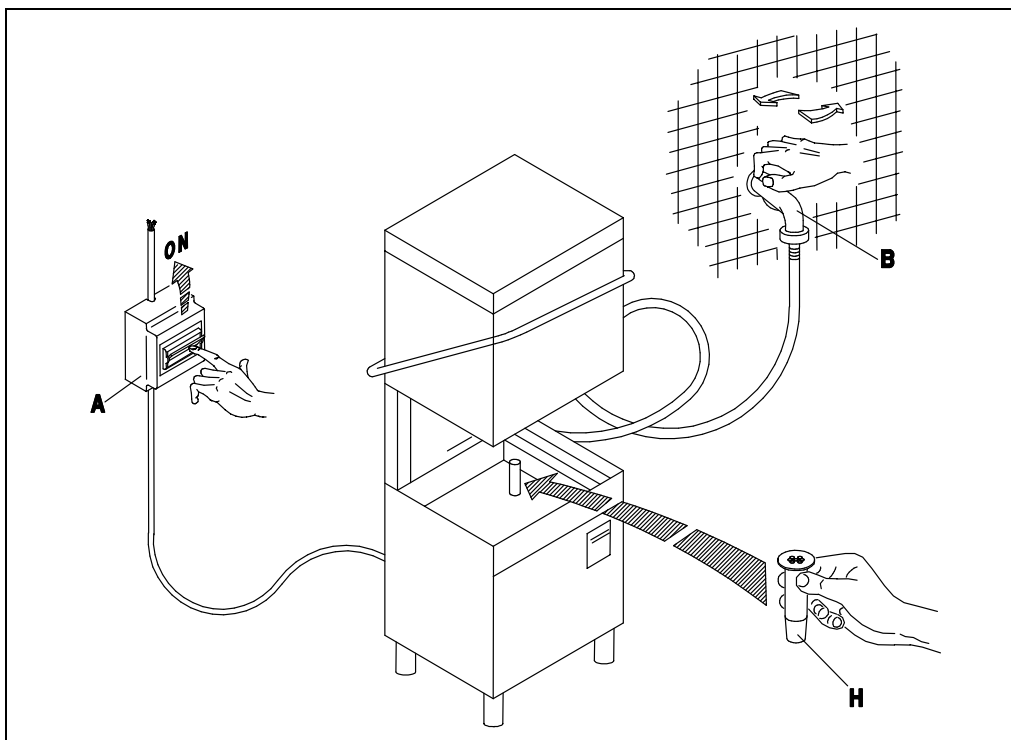

Fig. 3-1
**3.1 (IT-CH) MESSA IN FUNZIONE – (GB-IE) START UP – (DE-AT-CH) INBETRIEBNAHME – (FR-BE) MISE EN MARCHE – (ES) PUESTA EN FUNCIONAMIENTO – (PT) FUNCIONAMENTO – (NL) AANZETTEN**
- Aprire il rubinetto dell'acqua (B), inserire l'interruttore generale (A). Attivare l'interruttore principale dell'apparecchio (1), ne consegnerà l'accensione della spia (A) evidenziando che la macchina è sottoposta a tensione. A porta chiusa l'apparecchio si riempie d'acqua e alla fine del carico, si inseriscono automaticamente le resistenze della vasca e del boiler. Il funzionamento delle resistenze è reso visibile dall'accensione delle spie (D) ed (E). Quando entrambe le spie si spengono l'acqua avrà raggiunto le temperature impostate e l'apparecchio sarà pronto per iniziare il lavaggio. (fig. 3-1÷3-2)
- Turn on the water tap (B) and switch on the master switch (A). Turn the appliance ON switch (1), which will cause the warning light (A) to illuminate, indicating that the machine is live. When the door is closed the appliance fills with water. When it is full, the tub and boiler heating elements come on automatically. When the elements are activated, the warning lights (D) and (E) are illuminated. When both warning lights go out the water has reached the set temperature and the appliance is ready to begin the washing cycle. (fig. 3-1÷3-2)
- Öffnen Sie den Wasserhahn (B) und betätigen Sie den Hauptschalter (A). Beim Betätigen des Schalters (1) am Gläser-spüler wird die Anzeige (A) aufleuchten, an der Sie erkennen können, daß die Maschine unter Spannung steht. Bei geschlossener Tür läuft Wasser in die Maschine; ist die nötige Wassermenge einmal erreicht, so schalten die Widerstände des Spülbehälter und des Boilers automatisch ein. Der Betrieb der Widerstände wird durch das Aufleuchten der Anzeigen (D) und (E) erkennbar. Beide Leuchtanzeigen erlöschen, wenn das Wasser eine vorbestimmte Temperatur erreicht hat, d. h. wenn der Gläser-spüler betriebsbereit ist. (fig. 3-1÷3-2)
- Ouvrir le robinet (B) et insérer l'interrupteur général (A). Ouvrir l'interrupteur principal de l'appareil (1), le voyant (A) s'allumera ce qui signifie que la machine est branchée. L'appareil se remplit d'eau avec porte fermée et à la fin du chargement les éléments chauffants de la cuve et du boiler entrent automatiquement en action. Les voyants (D) et (E) s'allument quand les éléments chauffants fonctionnent. Les deux voyants s'éteignent dès que l'eau a atteint la température programmée et l'appareil est prêt pour commencer le lavage. (fig. 3-1÷3-2)
- Abrir el grifo del agua (B), conectar el interruptor general (A). Activar el interruptor principal del aparato (1); el encendido de la luz testigo (A) indica que la máquina está en tensión. Con puerta cerrada el aparato se llena de agua y cuando la carga esté terminada se conectarán automáticamente las resistencias del tanque y de la caldera. El funcionamiento de las resistencias es señalado por el encendido de las luces indicadores (D) y (E). Cuando ambas luces se apaguen, el agua habrá alcanzado la temperatura programada y el aparato estará listo para empezar el lavado. (fig. 3-1÷3-2)
- Abrir a torneira de água (B), acionar o interruptor geral (A). Acionar o interruptor principal do aparelho (1), a luz (A) se acende evidenciando que a máquina esta sob tensão. Uma vez fechada a porta se enche de água e no final, as resistencias do cuba e do boiler começam a funcionar automáticamente. As luzes (D) e (E) indicam o funcionamento das duas resistencias. Quando ambas se apagarem é porque a temperatura alcançou seu nível desejado e a máquina estará pronta para iniciar a lavagem. (fig. 3-1÷3-2)
- Draai de waterkraan (B) open en schakel de hoofschakelaar (A) in. Schakel de hoofschakelaar van het apparaat (1) in waarna het lampje (A) gaat branden waaruit blijkt dat de machine onder stroom staat. Als de deur dichtgedaan wordt, loopt het apparaat vol met water en na afloop van het vollopen worden de verwarmingselementen van de kuip en van de boiler automatisch ingeschakeld. De werking van de verwarmingselementen blijkt uit het feit dat de lampjes (D) en (E) gaan branden. Als allebei de lampjes uitgaan dan heeft het water de ingestelde temperatuur bereikt en is het apparaat klaar om met het afwasprogramma te beginnen. (Afb. 3-1 - 3-2)
- A riempimento avvenuto, aprire la porta (I) e introdurre il detersivo (ca. 2 gr. per litro di capacità della vasca). Inserire il cesto (L) carico e chiudere la porta (I). Selezionare il ciclo di lavaggio inserendo il pulsante (4) (ciclo breve (II) tasto premuto ÷ ciclo lungo (I) tasto rilasciato). A questo punto premere il pulsante START (3) (almeno per 2 secondi) e avrà inizio il ciclo di lavoro visualizzato dalla lampada spia (C): la fine del ciclo coincide con lo spegnimento di questa spia. Per spegnere la macchina si dovrà disinserire l'interruttore (1) portandolo nella posizione (0) spia (A) spenta. (Fig.3-1÷3-3).
**N.B.:** *E' consigliato avviare il ciclo di lavoro quando entrambe le spie delle resistenze, boiler (D) e vasca (E), si spengono, come indicato al punto 3.1 Messa in funzione.*
- Lorsque le remplissage est terminé, ouvrir la porte (I) et verser le détersif (environ 2 g pour chaque litre remplissant la cuve). Introduire le panier (L) plein et fermer la porte (I). Sélectionner ensuite le cycle de lavage en actionnant le bouton-poussoir (4) (cycle court (II) touche enfoncée ÷ cycle long (I) touche relâchée). A ce stade, presser le bouton-poussoir START (3) (au moins 2 secondes) et le cycle de fonctionnement commencera, visualisé par la lampe-témoin (C). La fin du cycle coïncide avec l'extinction de ce voyant. Pour arrêter la machine, il faudra débrancher l'interrupteur (1) en le ramenant sur la position (0): lampe-témoin (A). (Fig.3-1÷3-3).
**N.B.:** *Nous conseillons de faire démarrer le cycle d'usinage quand les deux voyants des éléments chauffants du boiler (D) et de la cuve (E) s'éteindront comme indiqué au point 3.1 Démarrage.*
- Después del llenado, abra la puerta (I) y vierta el detergente (2 gramos aproximadamente por litro de capacidad de la cuba). Introduzca el cesto (L) carga y cierre la puerta (I). Seleccione el ciclo de lavado por medio del selector (4) (ciclo breve (II) tecla pulsada ÷ ciclo largo (I) tecla soltada). Pulse ahora START (3) (almenos durante 2 segundos) para arrancar el ciclo de trabajo: se enciende la luz testigo (C), que se apagará al final del ciclo. Para anagar la máquina desconecte el interruptor (1) posición 0, luz testigo (A) apagada. (Fig.3-1÷3-3).
- Doe na het vollopen de deur open (I) en doe er afwasmiddel in (ongeveer 2 g per liter inhoudscapaciteit van de kuip). Doe de beladen korf (L) erin en doe de deur (I) dicht. Stel het afwasprogramma in door op de knop (4) te drukken (kort programma (II) toets ingedrukt – lang programma (I) toets losgelaten). Druk nu op de START knop (3) waarna (minstens 2 seconden) het afwasprogramma zal beginnen dat aangegeven wordt door het controlelampje (C): het einde van het programma valt samen met het uitgaan van dit lampje. Om de machine uit te schakelen moet u de schakelaar (1) uitschakelen door hem op de stand (0) te zetten, lampje (A) uit (Afb. 3-1 ÷ 3-3).